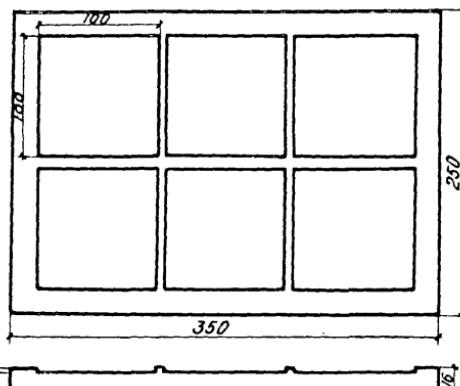

Рис. 2. Щиток для нанесения мастики на плитки
8. Для удобства нанесения мастики на плитки пользуются щитком размером 350 x 250 мм из доски толщиной 16 мм. На щитке выбирается шесть гнезд глубиной 2 мм по размеру полистирольной плитки (рис. 2). В гнезда щитка укладываются тыльной стороной вверх шесть плиток, на которые кистью за один прием наносится мастика. После выдержки плитки по одной укладываются на стену.
Облицовываемая поверхность делится на делянки по числу работающих звеньев (рис.2).